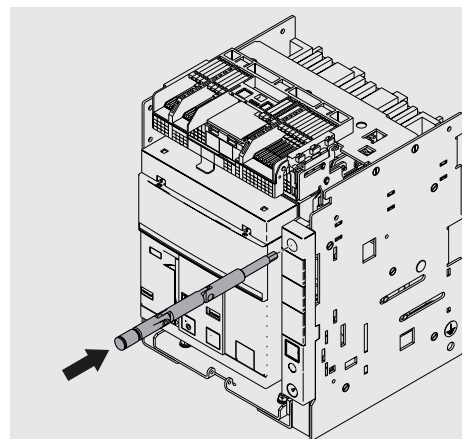

Figure 58
9. Remettre la manivelle dans son logement. Voir Figure 58.